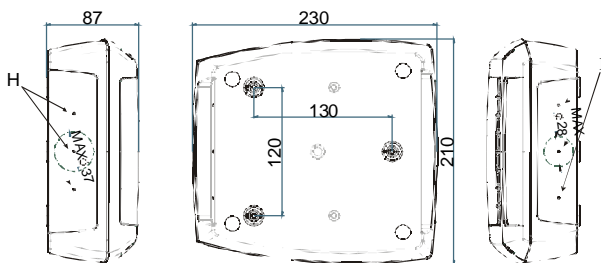

РИС. 3
3. Сделайте подходящие отверстия для кабелей или труб, используя разметку в нижней крышке контроллера Cool Mate, (Рис. 3, H, I). Затем сделайте 3 отверстия в стене, как показано на (Рис. 3, L, M, N), чтобы закрепить Cool Mate.
5. Вставьте дюбели, поставляемые в комплекте, в отверстия, сделанные в стене. Затем используйте уплотнительное кольцо и закрепите заднюю часть контроллера Cool Mate (Рис. 3, L, M, N) на стене с помощью 3 винтов.
5. Сделайте подходящие отверстия для кабелей или труб, используя разметку в нижней крышке контроллера Cool Mate, (Fig. 3, H, I).